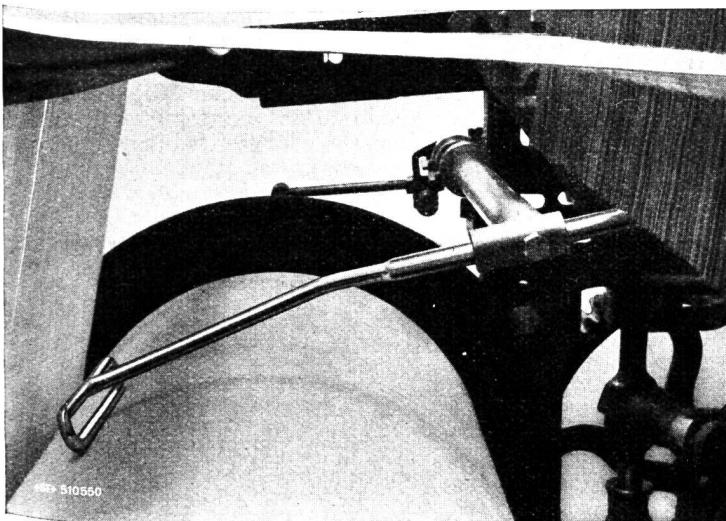

Abbildung 2
*Fig. 2* zeigt den Schußrapport der Sablébindung mit Kombination von Serge.